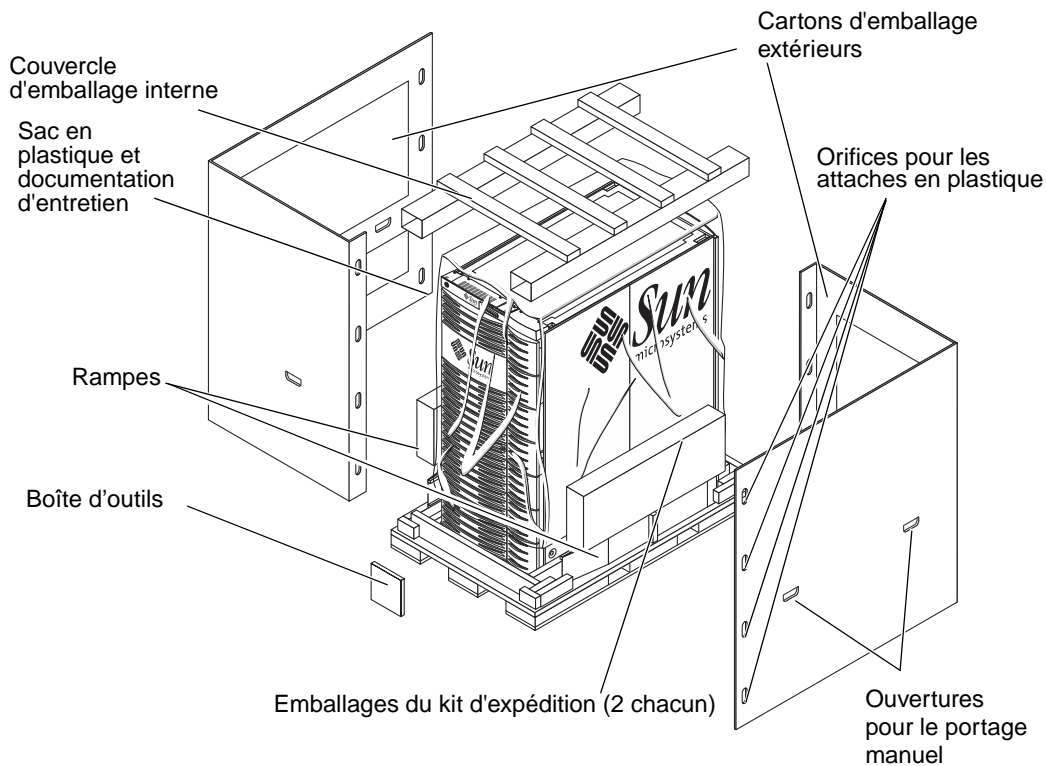

FIGURE 6-5 Emballage final et montage des cartons d'emballage extérieurs
4. Montez les cartons d'emballage extérieurs (FIGURE 6-5).